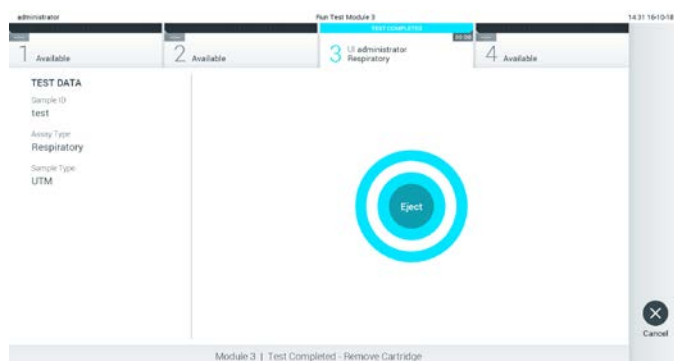

Abbildung 29: Anzeige des Bildschirms Eject (Auswerfen)
10. Nach Abschluss des Tests wird der Bildschirm Eject (Auswerfen) angezeigt (Abbildung 29, nächste Seite). Drücken Sie auf dem Touchscreen auf  Eject (Auswerfen), um die QIAstat-Dx Assay-Kartusche zu entfernen, und entsorgen Sie sie als biogefährlicher Abfall in Übereinstimmung mit allen Bundes-, Landes- und kommunalen Gesundheits- und Sicherheitsvorschriften und Gesetzen.